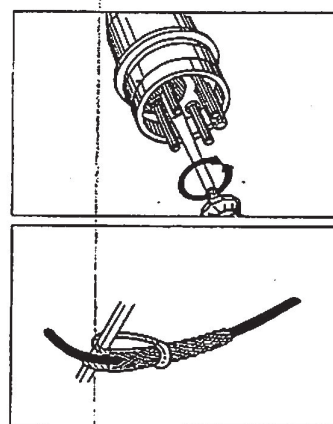

Fig. 1.16
- Fijar el armario de mando (153) en el centro de la barandilla, lado de la calle.
- Conectar el cable de alimentación al armario eléctrico de mando con una toma CEE. El cable debe sujetarse a la plataforma mediante una camisa de malla, o una pinza especial (Fig. 1.16). Para alturas superiores a 100 m, verificar el esfuerzo a tracción admisible por el cable.